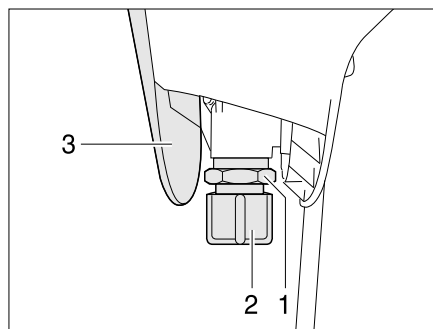

Bild 171 Ventil Vakuum-Toilette
- Abdeckung (Bild 171,3) entfernen.
- Verschlusskappe (Bild 171,2) abschrauben.
- Geeignetes Gefäß unter das Ventil (Bild 171,1) stellen.